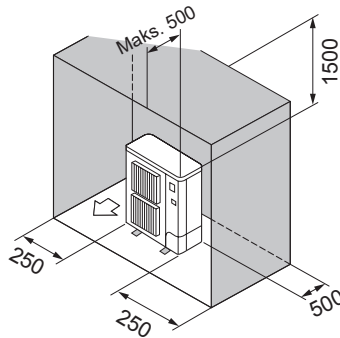

Fig. 2-12
- ⑥ Kun forhindringer bagved, i siderne og ovenover (Fig. 2-12)